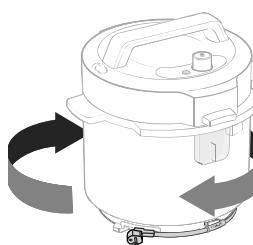

Abbildung 10.10
- Wickeln Sie das Netzkabel im Uhrzeigersinn um den Sockel des Schnellkochtopfs und hängen Sie den Stromkabel-Clip in den Kabelhaken ein. [Abbildung 10.10]